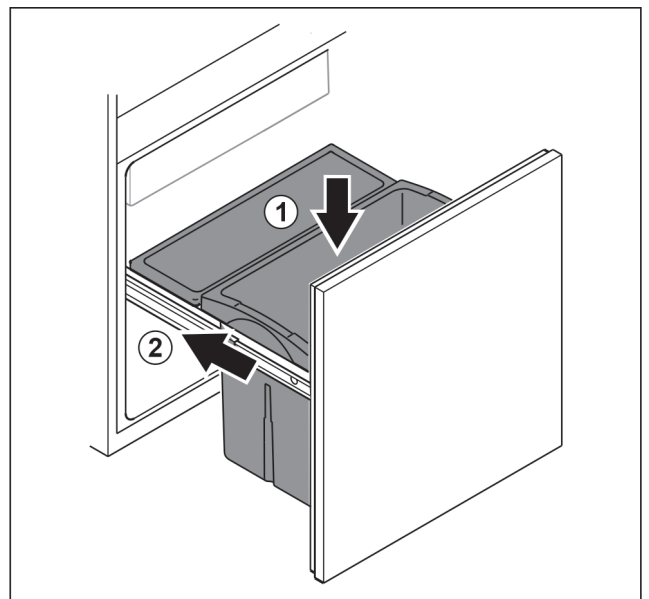

Fig. 106
- ▶ Inserire il cassetto dall'alto. Fig. 106 (1)
- ▶ Inserire il carrello spingendolo. Fig. 106 (2)